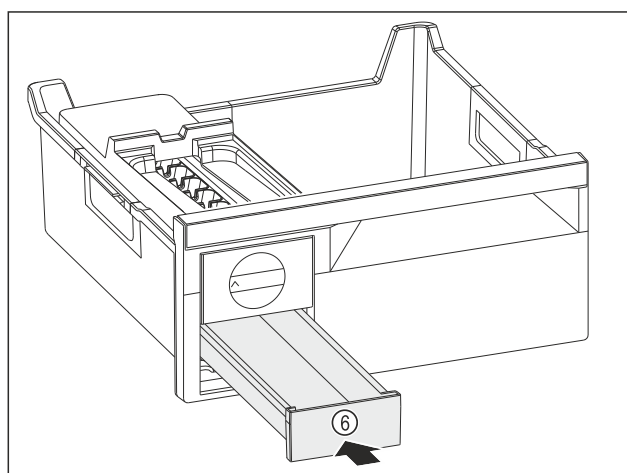

Fig. 193
- Вдвиньте выдвижной ящик для кубиков льда Fig. 193 (6).